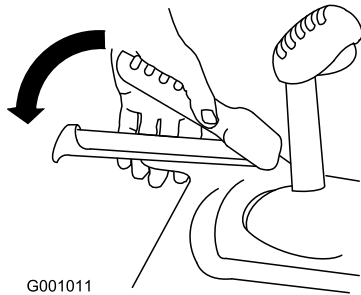

Figura 28
2. Innestate la leva della trazione e mantenetele in posizione (Figura 28).